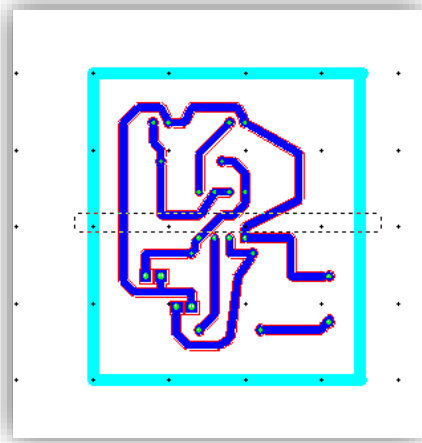

Figura 66. Realizando corte con la herramienta clip.
56. Realice un corte delgado de lado a lado de la capa board como se muestra en la figura 66.